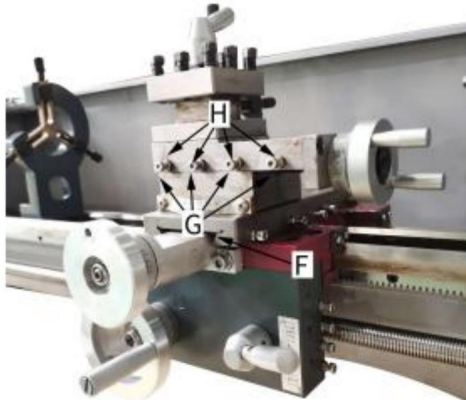

Fig. 34
**sliden** Den övre sliden är försedd med en spännlist (F, Fig. 34) och kan justeras med skruvar (G, Fig. 34) försedda med låsmuttrar. (H, Fig. 34) Lossa låsmuttrarna och dra åt ställskruvarna tills sliden rör sig fritt utan spel. Dra åt låsmuttrarna för att behålla justeringen.